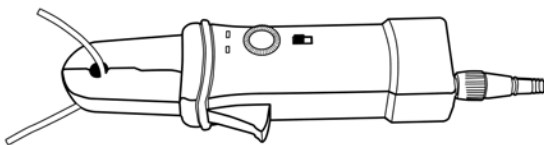

Figure 2: Branchement de la pince à l'application
4. Branchez la pince à votre application en enserrant le câble dans les mâchoires. Voir Figure 2.